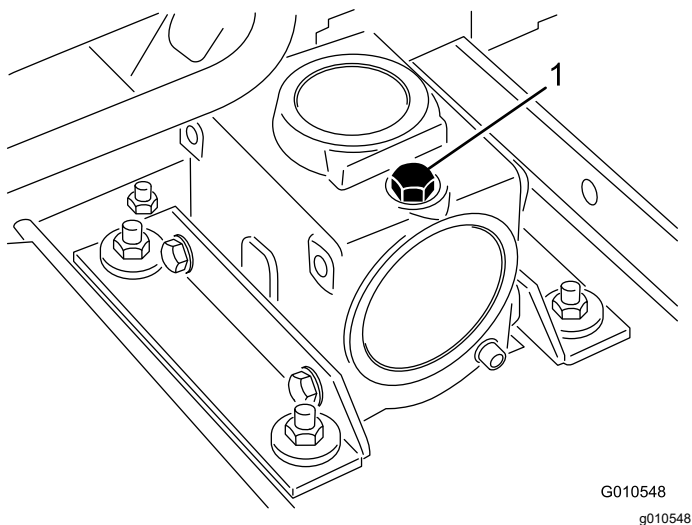

Figure 16
2. Retirez le bouchon de remplissage-jauge au sommet du boîtier d'engrenages (Figure 16) et vérifiez que le niveau d'huile se situe entre les repères sur la jauge. Si le niveau de lubrifiant est trop bas, faites l'appoint de lubrifiant pour faire monter le niveau entre les repères.